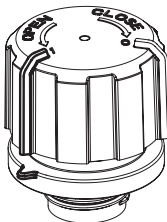

Bild 3
- Be- / Entlüftungsstellung: Oberteil im Uhrzeigersinn (Pfeil CLOSE) drehen bis in zur ersten Rastposition. Der Markierungssteg bei "1" befindet sich über dem Referenzzeiger am Unterteil. Der Rastmechanismus verhindert ein unbeabsichtigtes Lösen des Oberteils (Abb. 3).